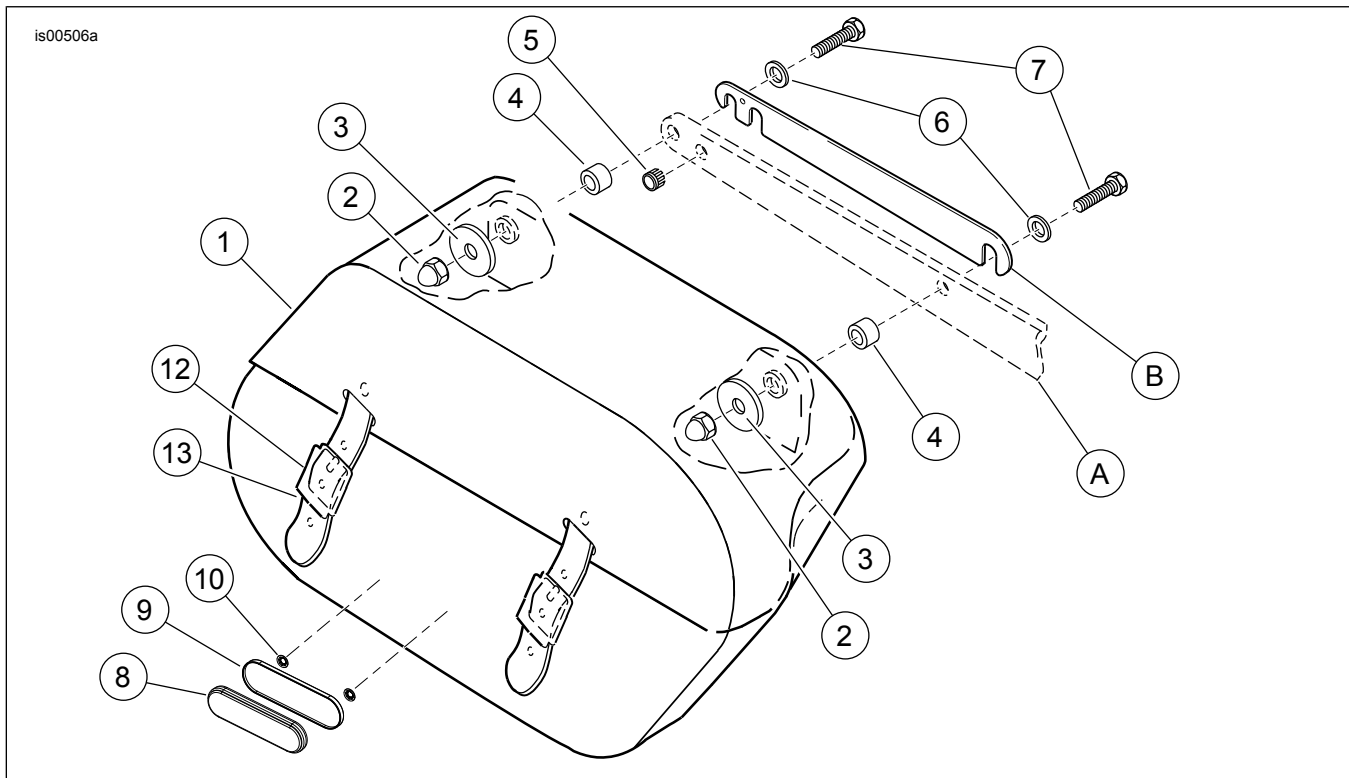

Figura 2. Peças de reposição para aplicações de 2002 a 2005
Veja a Figura 2 e a Tabela 1.
Veja a Figura 2 para executar o procedimento abaixo.
- O veículo não é equipado com um espaçador (veja a Figura 2).
- O veículo não tem espaçador (veja a Figura 2) e as placas laterais removíveis estão instaladas.
6. Instale uma porca cega (2) nos parafusos (7) na parte interna do alforje. Aperte as porcas com torque de 34 N·m (25 ft-lbs).